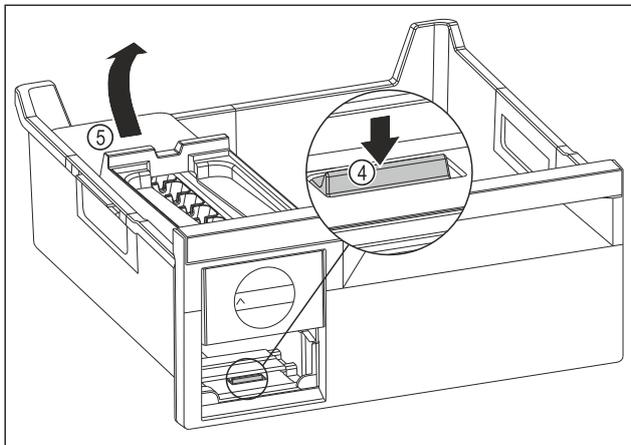

Fig. 112
- ▶ Retirer le corps de l'EasyTwist-Ice : Avec le doigt, pousser la languette Fig. 112 (4) vers le bas tout en soulevant de l'autre main le corps de l'EasyTwist-Ice Fig. 112 (5) depuis l'arrière.